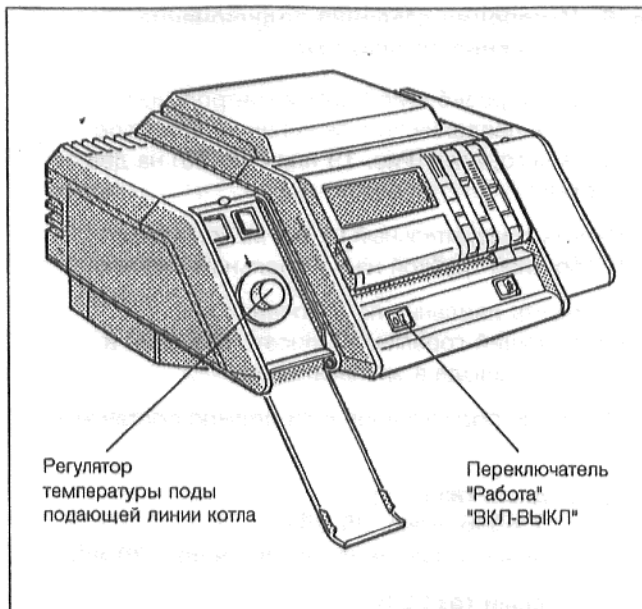
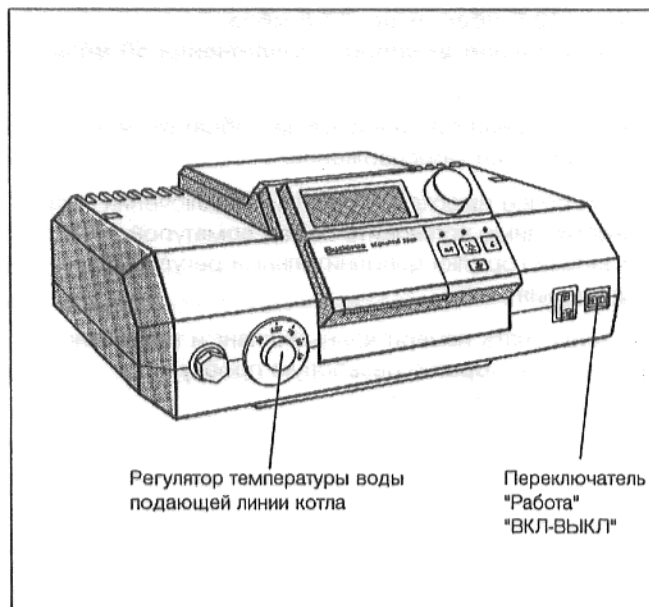

Рис. 16: Система регулирования 4000
Рис. 17: Система регулирования 2000
- Установить переключатель "Работа" (Рис. 16 или Рис. 17) в положение I (ВКЛ)
- Регулятор температуры воды подающей линии котла (Рис. 16 или Рис. 17) установить в положение "AUT".